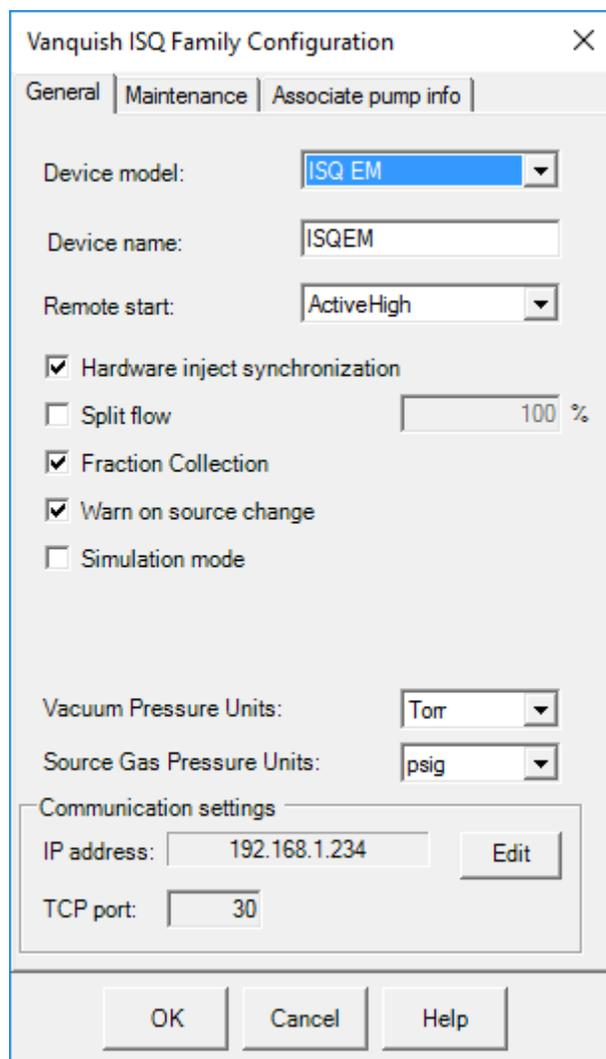

Abbildung 64: Konfiguration der ISQ MS Familie – Register „General“ (Allgemein)
- 6) Wenn Sie zusammen mit Ihrem Massenspektrometer einen PC erworben haben, wird das Gerät automatisch konfiguriert und zeigt eine IP-Adresse an. Siehe *Abbildung 64*.